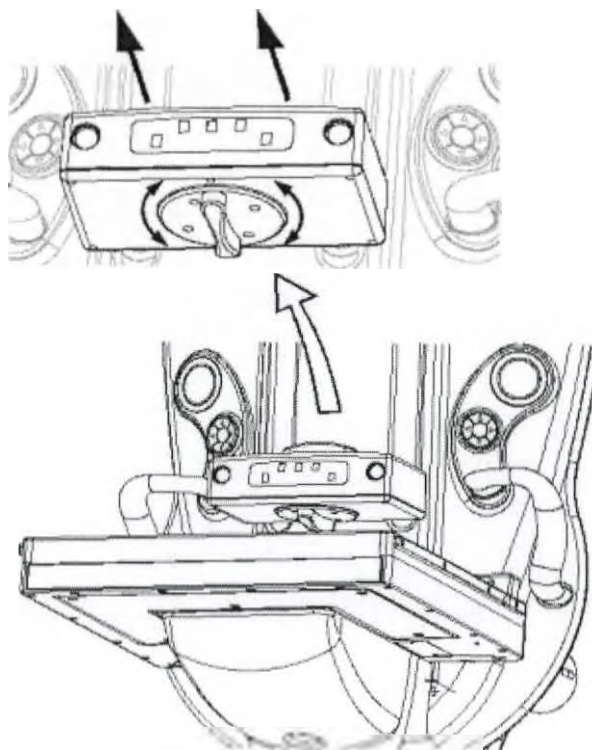

Рисунок 5.4 – Снятие компрессионной лопатки и держателя
- 2 Снимите компрессионную лопатку и затем держатель компрессионной лопатки (Рисунок 5.4).